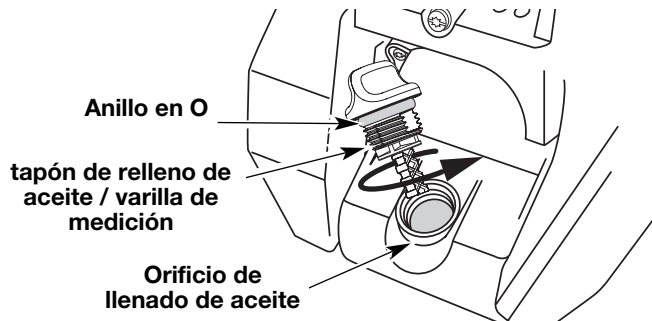

Fig. 58
6. Si el nivel está bajo, agregue una pequeña cantidad de aceite en el orificio de llenado de aceite y vuelva a medir (Fig. 58). Repita hasta que el nivel de aceite llegue hasta la parte superior de la varilla de medición.
NOTA: Verifique que el anillo en O esté en su lugar en el tapón de relleno de aceite / varilla de medición cuando mida y cambie el aceite (Fig. 58).